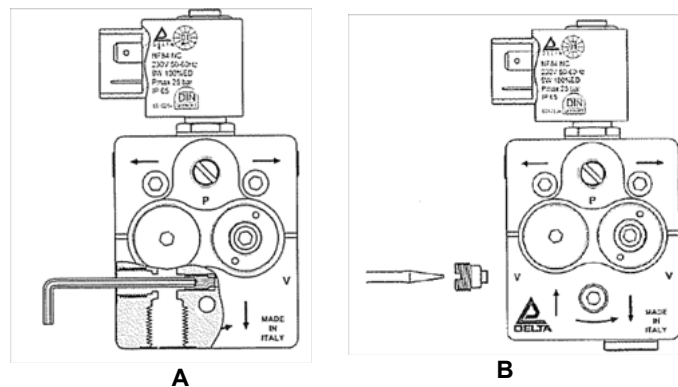

Рис. 8
- 2 используя специальный ключ на 2,5 мм, открутить винт с бай-пасса, находящийся внутри отверстия штуцера для замера вакуума (см. Рис. 8-А)
- 4 вставить и вкрутить заглушку диаметром 1/4" в отверстие обратного хода (см. Рис. 8-В).